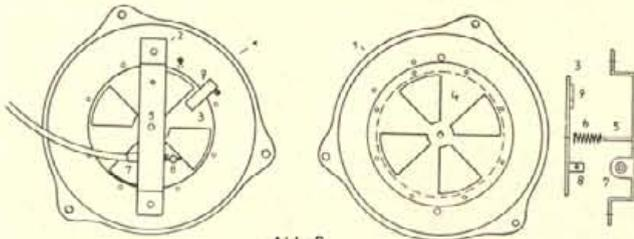

Abb. 2
Abb. 1 zeigt den Aufbau des Ventilatorgehäuses der Lambretta mit abgenommenem Ansaugring. Was bei kaltem Wetter abgedrosselt werden muß, das ist der freie Ansaugquerschnitt innerhalb des Schaufelrades, und nach verschiedenen wieder verworfenen Überlegungen verdichtete sich der Entschluß, das Problem mit einer Drehblende zu lösen. Das erfolgte zunächst nach Abb. 2, in der links der Ansaugring von außen und rechts von innen mit der Vorrichtung gezeichnet ist. Die drehbare Blende (3) und die feststehende Gegenblende (4) wurde aus 1 mm starkem Messingblech mit der Metall-Laubsäge ausgeschnitten. Das geht ganz leicht, wenn man zunächst jede der vier Ecken der Durchströmöffnungen durchbohrt. Diese Öffnungen sind im Durchmesser etwas kleiner als die ganze Ansaugöffnung, damit bei der Drehblende noch ein Steg ringsum stehen bleiben kann. Zunächst wurde die Gegenblende mit